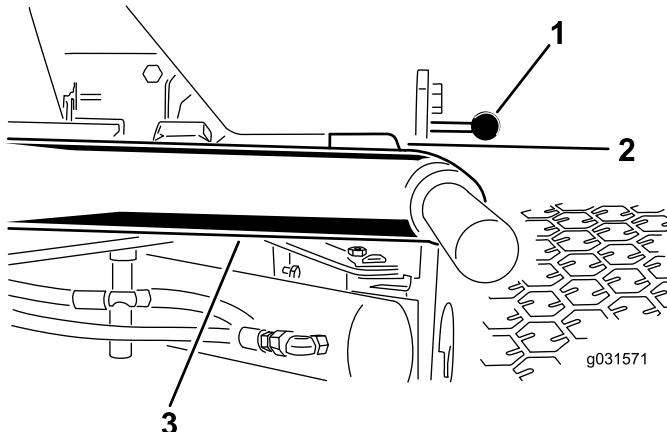

Figure 11
- Démarrez le moteur, levez les unités de coupe et vérifiez qu'un espace de 5 à 8 mm sépare chaque bras de levage et le support de la plaque de plancher, comme montré à la Figure 11.